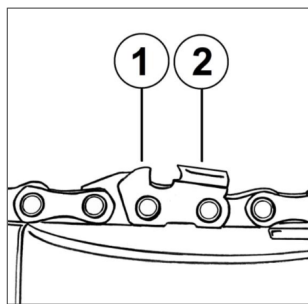

Рис. 12
Если цепь неоднократно подвергалась заточке, возникает необходимость ставить зуб-ограничитель (1) (Рис. 12).
Для стачивания зуба-ограничителя (1) (Рис. 12) понадобится специальный шаблон для заточки цепи (в комплект не входит). Необходимо наложить шаблон на цепь, и, пользуясь плоским напильником, сточить каждый зуб-ограничитель до уровня, указанного на шаблоне. На шаблоне указываются два уровня: Н «hard» (твёрдый) для твердых пород дерева и S «soft» (мягкий) для мягких пород дерева.